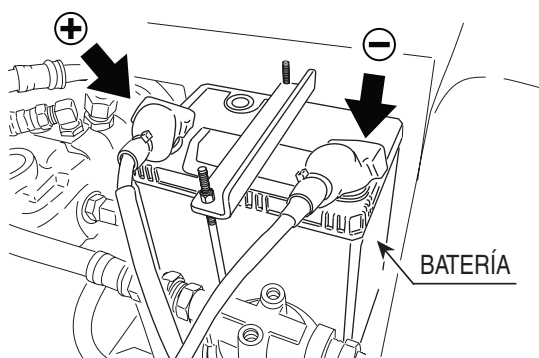

Figura 29. Conexión de la batería
1. Al quitar el cable, desconecte primero el borne negativo (Figura 29) y luego el positivo. Cuando conecte la batería, conecte primero el borne positivo.